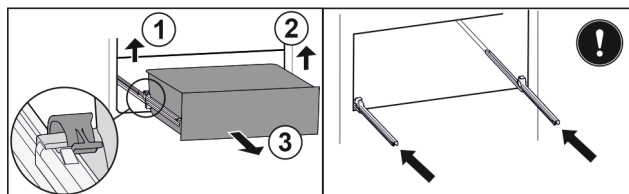

Fig. 98
- Løft den venstre klemme, og træk samtidigt skuffen i venstre side fremad. Fig. 98 (1)
- Løft den højre klemme, og træk samtidigt skuffen i højre side fremad. Fig. 98 (2)
- Tag skuffen ud fremefter. Fig. 98 (3)